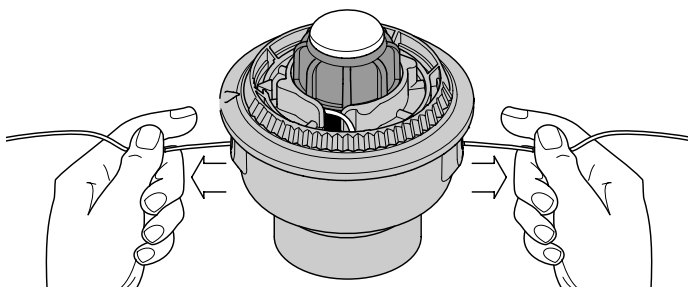

Fig. 13
- Si el bobinado de la línea se torna dificultoso o la línea se enreda, tire de los extremos de la línea de la bobina. Continúe bobinando el carrete interior en sentido antihorario (Fig. 13).
- Sostenga el carrete interior en su lugar e instale la perilla percusiva, el resorte y el sello de espuma presionando y girando la perilla percusiva en sentido horario. Tome los extremos y tire con firmeza para soltar la línea de las ranuras de fijación en el carrete interior. (Fig. 13).
Si el SpeedSpool® no suelta línea en forma correcta, tire firmemente de los extremos de la línea de la bobina (Fig. 13). Si al hacer esto la línea no se suelta, siga las instrucciones de limpieza del SpeedSpool® a continuación.